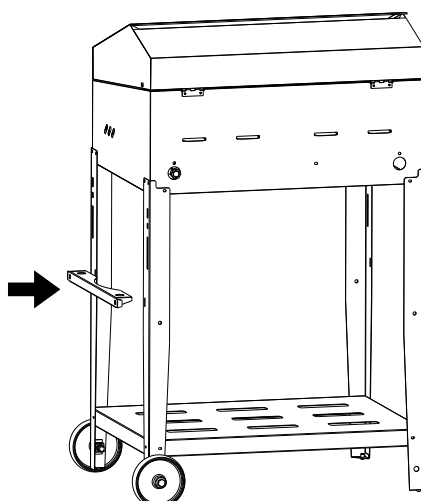

Fig.3
- 2** Tome el contenedor de garrafa y pliegue las pestañas laterales, como se muestra en el **DETALLE A**. Luego inserte el contenedor a través de los orificios ubicados en las patas laterales (**Fig. 3**). Por último, atornille los tensores en las patas traseras y en la parte posterior de la parrilla (**Fig. 4**).